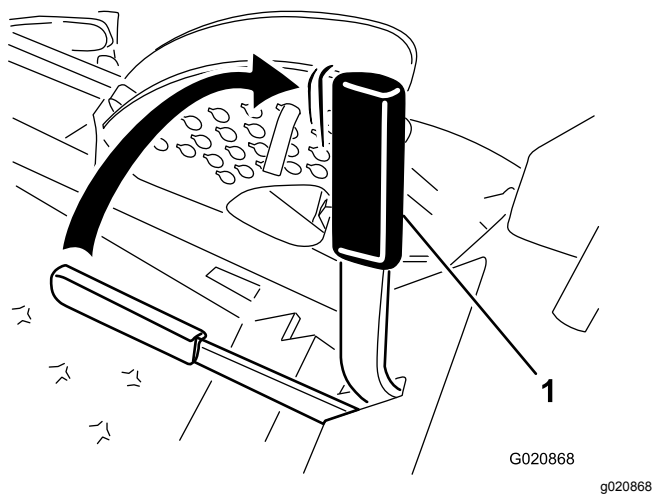

Figura 14
2. Tirate in fuori ed alzate la leva del freno di stazionamento per inserire il freno (Figura 14).